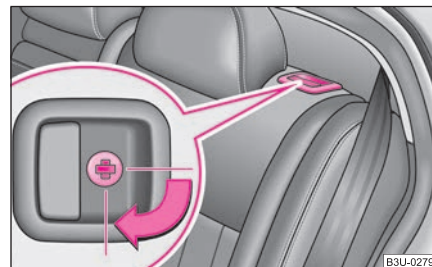

**Fig. 71 Bloccaggio del
- Il bloccaggio dei pulsanti di sbloccaggio avviene ruotando con la chiave principale l'intaglio nella serratura verso destra ⇒ pag. 71, fig. 71.